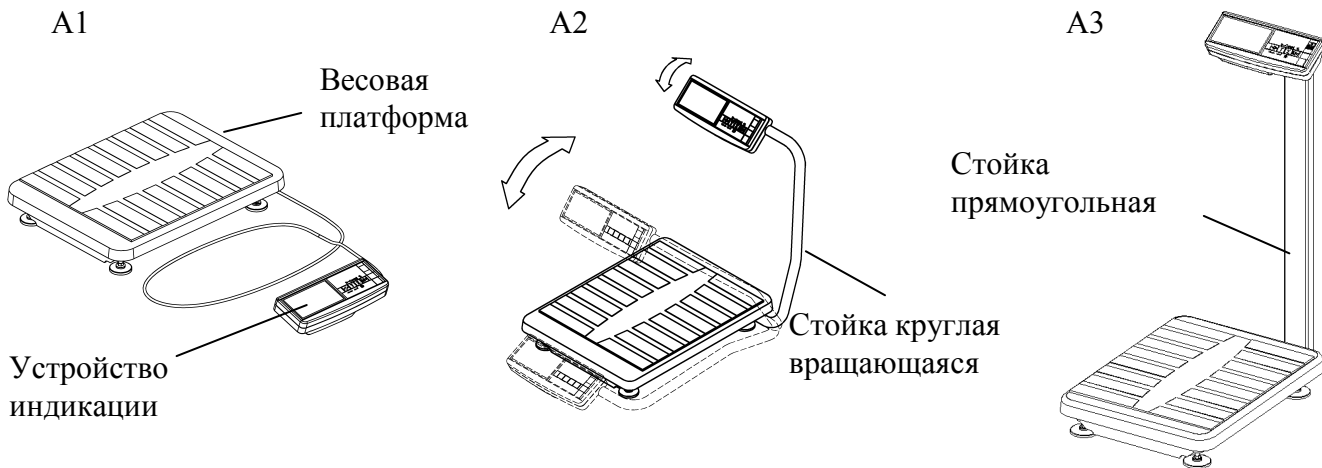
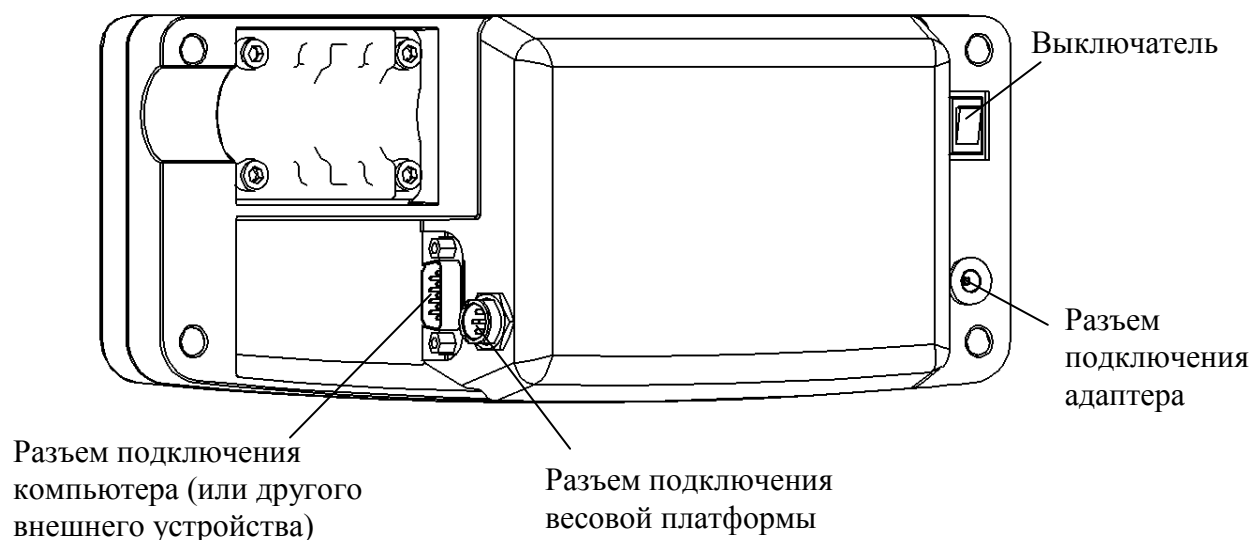

Рис. 5.1 - Внешний вид весов
Рис. 5.3 - Устройство индикации
5.1 Весы состоят из весовой платформы и устройства индикации (Рис. 5.1 ÷ Рис. 5.3).
- подсоединить разъем весовой платформы к устройству индикации (Рис. 5.3);
- вращая стойку (Рис. 5.1) установить ее в удобное для работы положение и зафиксировать, плотно затянув винты в кронштейнах основания (восемь винтов). На входе в стойку оставить припуск кабеля длиной $20 \div 30$ мм;